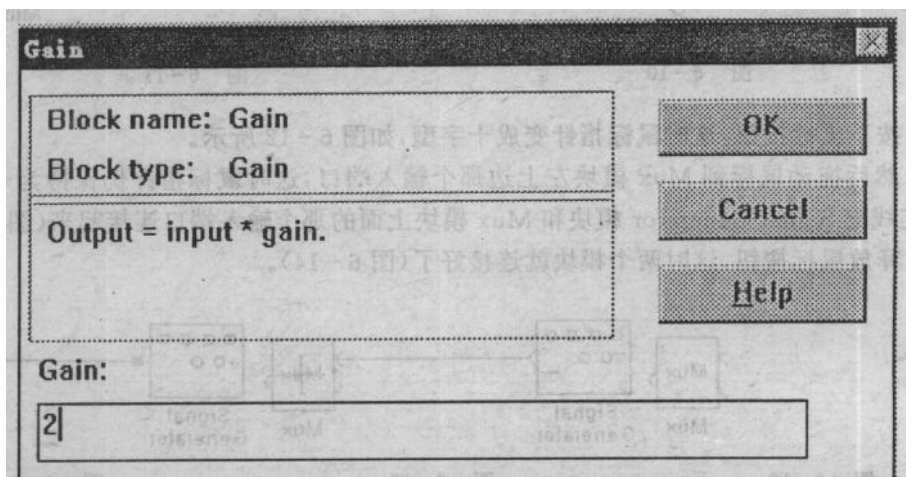

图 6-18
(1) 打开 Gain 模块, 把参数 Gain 设为 2, 如图 6-18 所示。